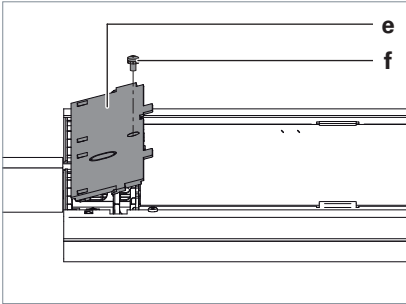

Fig. 15: Monter le recouvrement.
- ▶ Placez un recouvrement **e** avec les crochets sur la face inférieure du recouvrement dans les œillets sur la tête du luminaire et appuyez fermement sur le recouvrement, voir Fig. 15.